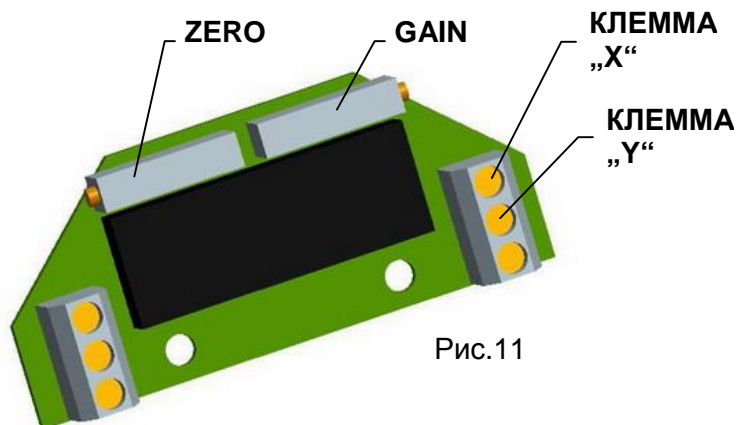

Рис.11
### 4.6.2 EPV - 3-проводниковое включение (рис.11)
- Установте датчик сопротивления на основании инструкции в предыдущей главе так, что величину сопротивления измеряйте на клеммах X-Y (рис.11). *(употреблен датчик с сопротивлением 2000Ω или 100Ω)*
- Поворачиванием устанавливающего триммера ZERO (рис.11) установите величину выходного сигнала тока, измеряемого на клеммах 81-82, на величину 0 мА или 4 мА.
- Поворачиванием устанавливающего триммера GAIN (рис.11) установите величину выходного сигнала тока, измеряемого на клеммах 81-82, на величину 20 мА или 5 мА.